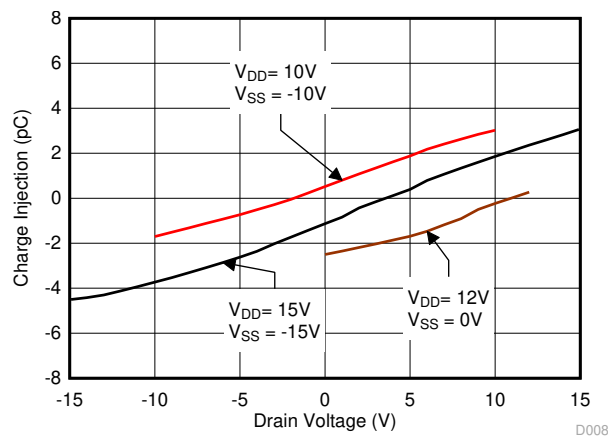

图 7-17. 电荷注入与漏极电压间的关系
当器件用作多路信号分离器时，漏极 (D) 至源极 (SA 或 SB) 的电荷注入变得非常重要，其中 D 成为输入，Sx 成为输出。图 7-17 展示了整个信号范围内的漏极至源极的电荷注入。